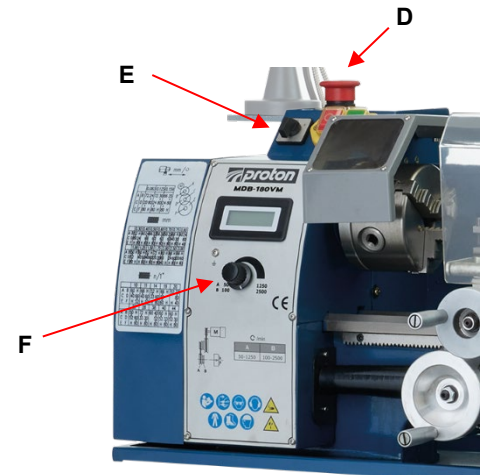

Abb. 9
1. Notschalter EIN/AUS (D, Abb. 9)
2. Umschalter (E, Abb. 9)
3. Schalter zur Drehzahlregelung (F, Abb. 9)